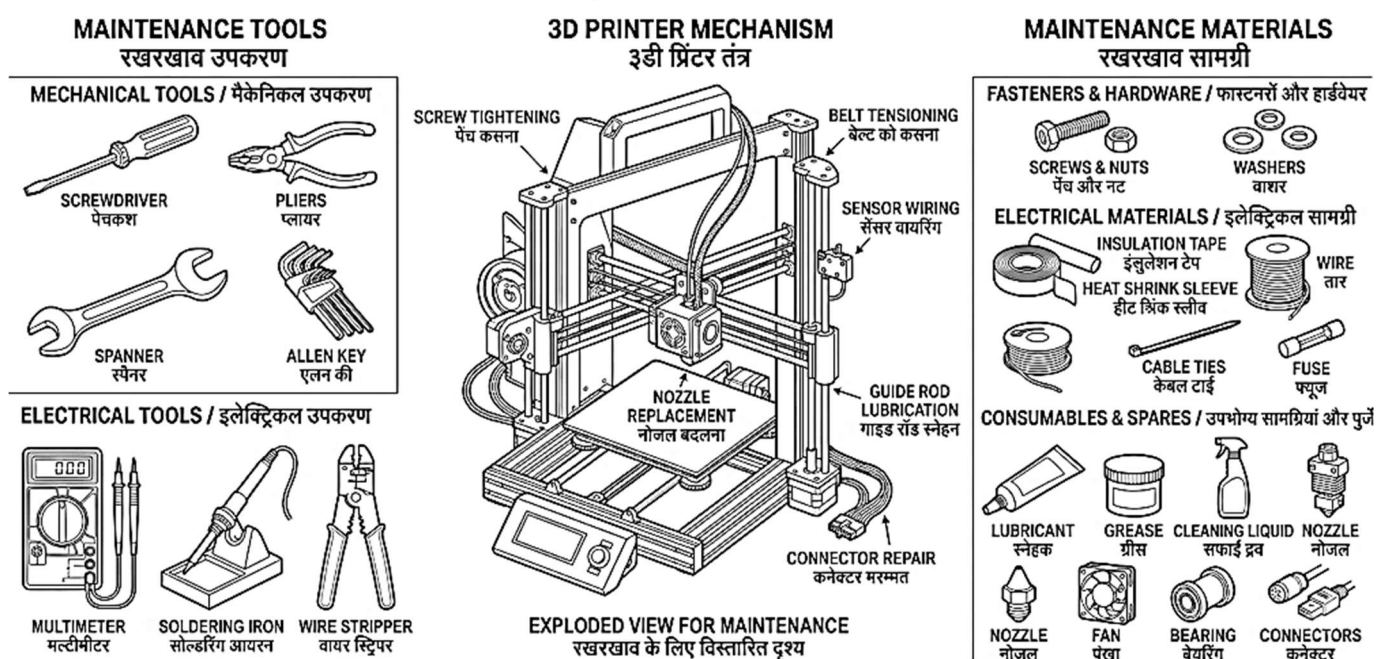

Fig. 16.5: Maintenance Tools and Materials for 3D Printer Repair | 3D प्रिंटर मरम्मत के लिए रखरखाव उपकरण और सामग्री
16.5.1 Definition and Importance of Tool and Material Selection in Repair Work (Fig. 16.5)
16.5.1 मरम्मत कार्य में उपकरण एवं सामग्री चयन की परिभाषा और महत्व (Fig. 16.5)